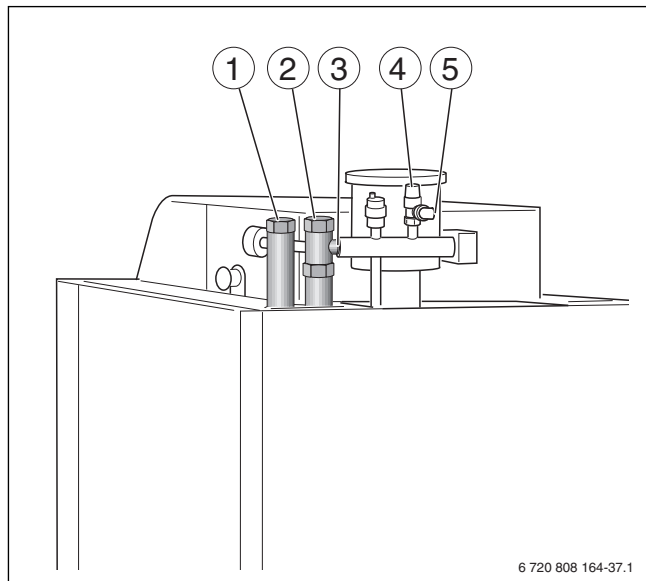

Bild 18 Rückansicht des Heizkessels (ohne 3-Wege-Ventil)
- ▶ Ausdehnungsgefäß am T-Stück des Rücklaufs anschließen (→ Bild 18, [3]).